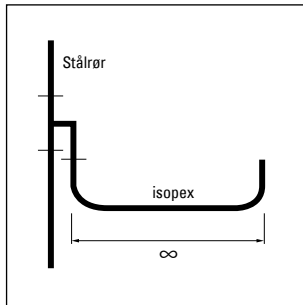

fig. 2
- Ved parallelafgreninger bukkes isopex lige efter tilkoblingspunktet, se fig. 2.